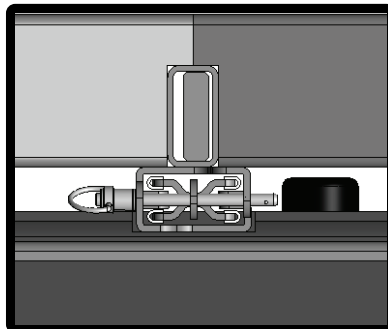

Figure 14
10. LOCK BAR and PIN installed (Figures 14 and 15)
10. BARRE DE VERROUILLAGE et GOUPILLE installées (figures 14 et 15)